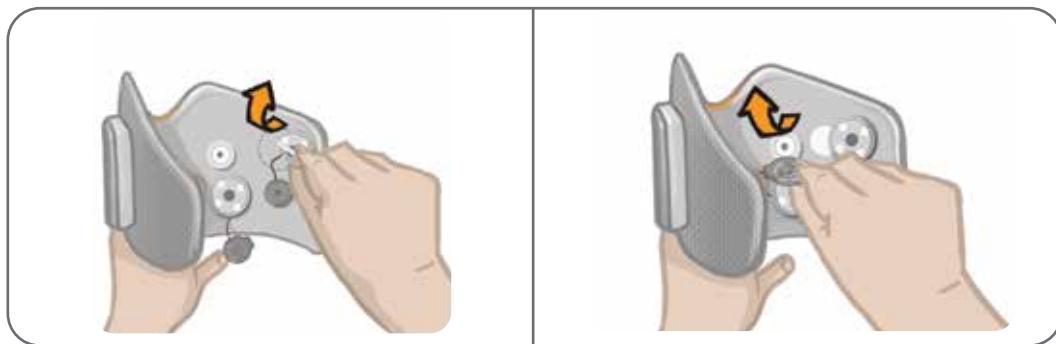

Figura 8-9: Introducerea bazelor pentru electrozi noi (Stânga)
5. Introduceți bazele pentru electrozi noi în aceeași locație în care fuseseră amplasate cele vechi. Consultați Figura 8-9.
6. Fixați capsele bazelor pentru electrozi în orificiile acestora. Consultați Figura 8-9.